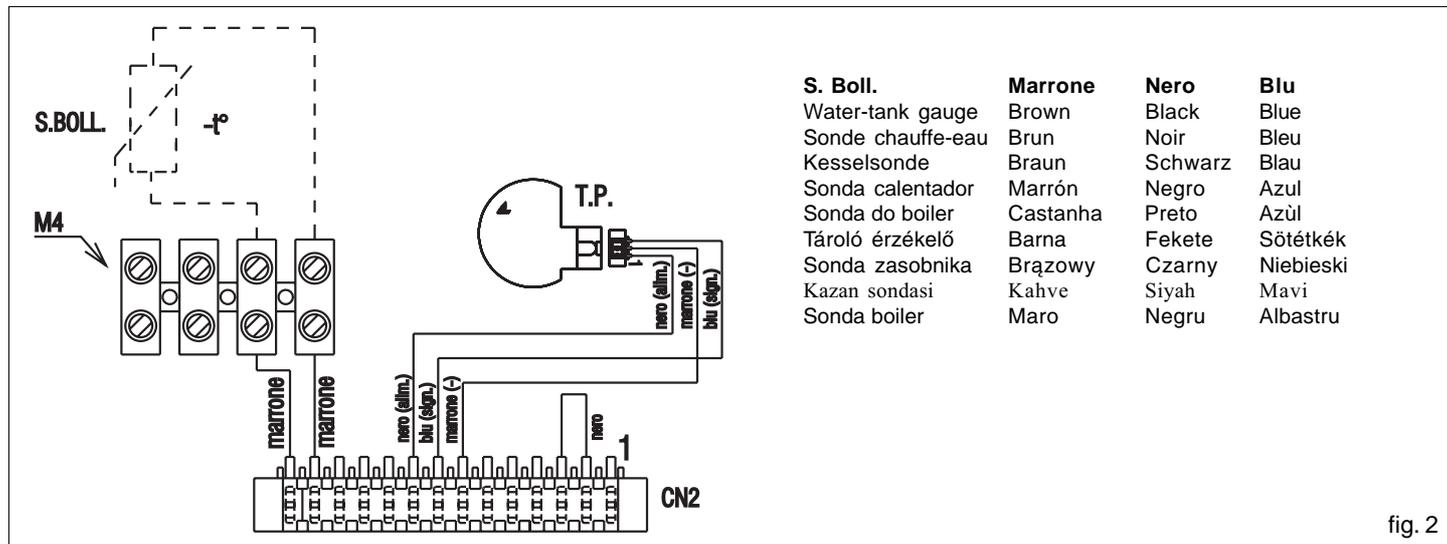

fig. 2
- Collegare il cablaggio della sonda in caldaia riferendosi allo schema di seguito riportato (fig. 2).
- Refer to the diagram given here below for connecting up the wiring of the gauge in the boiler (fig. 2).
- Branchez le câblage de la sonde dans la chaudière en suivant les indications du schéma ci-après (fig. 2).
- Die Kabel der Sonde im Kessel anschließen, wobei auf das im Folgenden aufgeführte Schema Bezug genommen wird (Abb. 2).
- Conectar el cableado de la sonda en la caldera, teniendo en cuenta el esquema expuesto a continuación (fig. 2).
- Ligue a cablagem da sonda na caldeira, referindo-se ao diagrama indicado de seguida (fig. 2).
- Korzystając z dołączonej instrukcji podłącz sondę do kotła (rys. 2).
- Urmariti diagrama de mai jos pentru a conecta cablurile de la sonda la centrala termica (fig. 2).